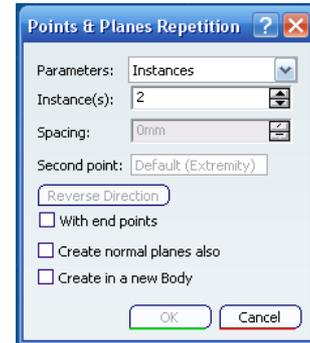

Ilustración 366: Definición de repetición de puntos y planos.
**Point and planes repetition (Repetición de puntos y planos).** Para poder usar esta opción se necesita que se haya creado una curva. Esta herramienta crea varios puntos y los planos a la vez. La ventana de definición es la mostrada en la Ilustración 366.